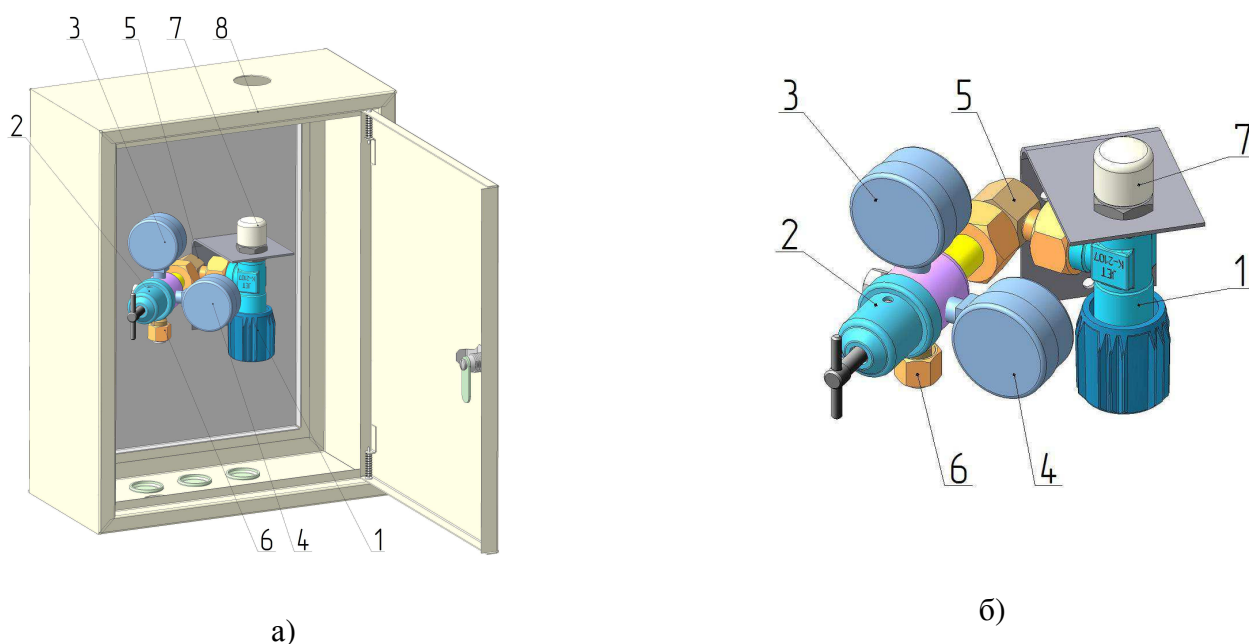

Рис. 1. Пост газоразборный: а - ПГАр-6-з / ПГАр-40-з; б - ПГАр-6 / ПГАр-40
4.1 Внешний вид поста показан на рис. 1